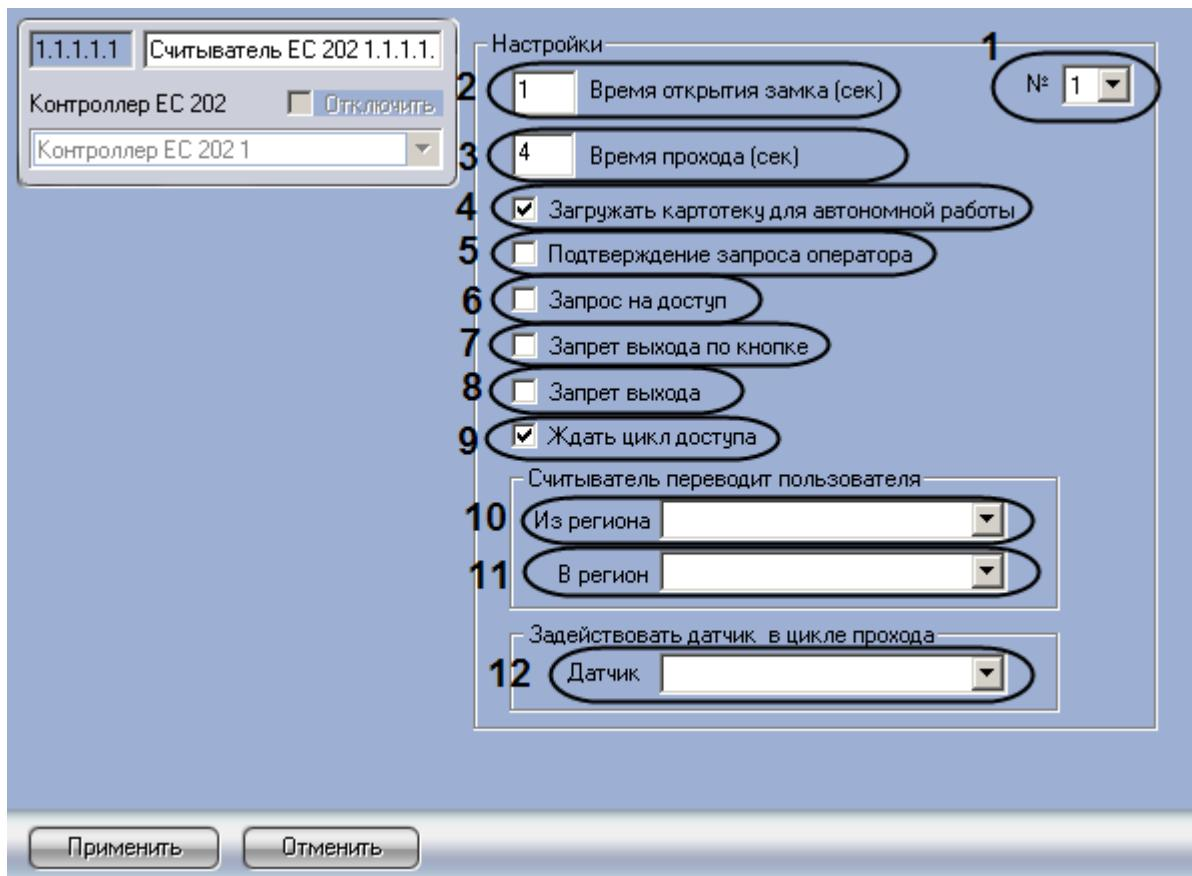

Рис. 3.5—7 Настройка считывателя EC 202
2. Из раскрывающегося списка № выбрать аппаратный адрес подключения считывателя (см. Рис. 3.5—7, 1).
3. Указать в поле **Время открытия замка** период времени в секундах, в течение которого на замок должно подаваться отпирающее напряжение после считывания кода карты доступа (см. Рис. 3.5—7, 2).